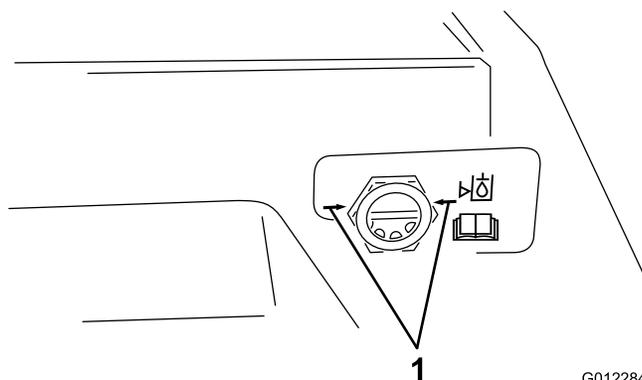

Bild 14
- Schauen Sie in das Schauglas (Bild 14). Der Ölstand sollte bei warmen Öl an den Pfeilen sein. Der
- Entfernen Sie die Abdeckung und füllen Sie Hydrauliköl auf, bis der Stand an den Pfeilen am Schauglas ist (Bild 14).